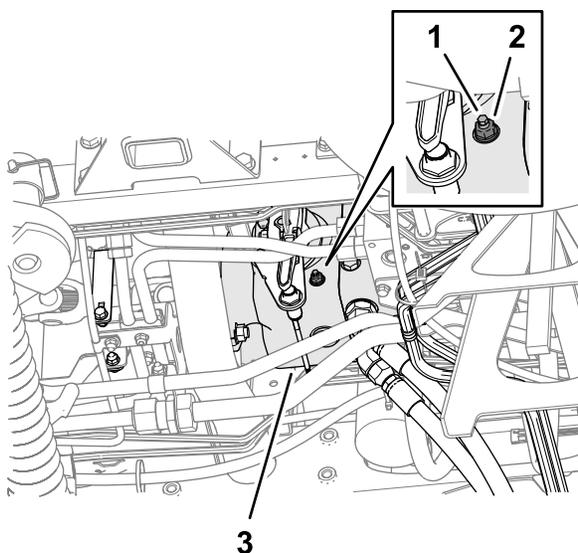

Рисунок 101
3. С нижней части машины и с правой стороны тягового насоса ослабьте контргайку, которая крепит винт регулировки возврата в нейтральное положение (Рисунок 101).